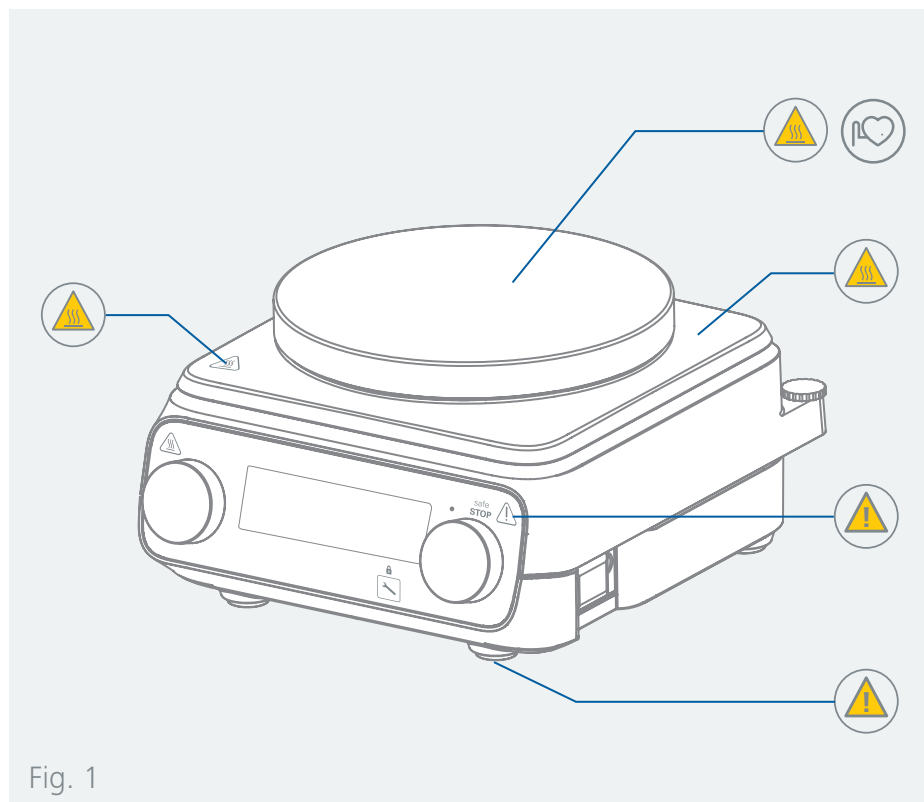

Fig. 1
- Zwracać uwagę na miejsca zaznaczone na **Fig. 1**.